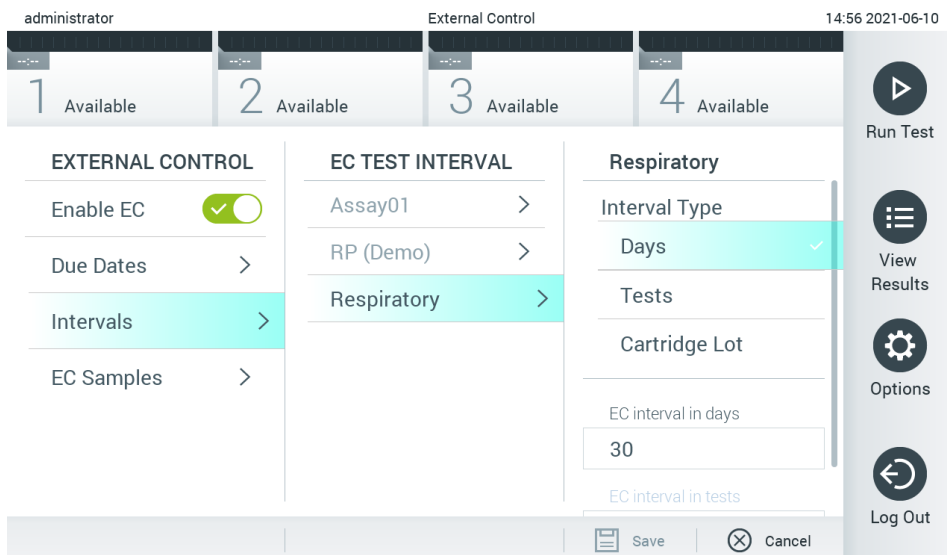

Рис. 52. Екран Intervals (Інтервали) зовнішнього контролю.
4. Натисніть **Intervals** (Інтервали) і аналіз зі списку, щоб налаштувати інтервал. Нагадування відображається для користувачів щодо того, що для вибраного аналізу потрібно провести тест із зовнішнім контролем, якщо інтервал минув (Рис. 52).